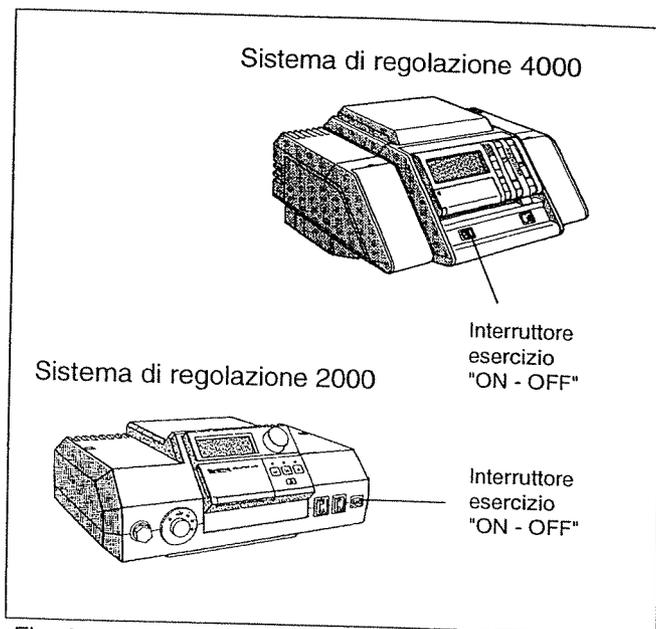

Fig. 35: Sistemi di regolazione 2000 e 4000
- Nel tubo dei gas combusti, a ca.  $2 \times \varnothing$  AA dalla sicurezza antiriflusso sul lato distante dalla caldaia eseguire un foro su (Fig. 35).
- Portare l'interruttore di esercizio (Fig. 35) sulla posizione 0 (OFF).